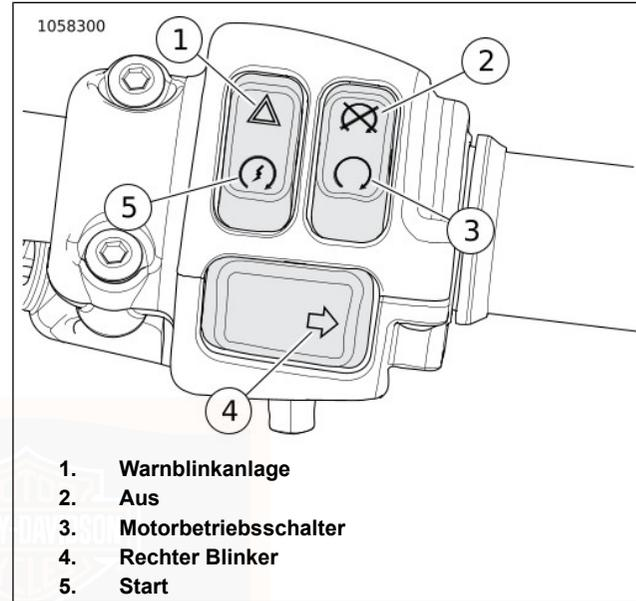

Abbildung 34. Rechte Regulationsschalter
2. Siehe Abbildung 34. Den Motorbetriebsschalter in die BETRIEB-Stellung (3) schalten.